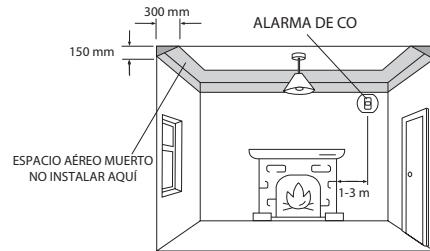

Figura 1: instalación en una sala con un aparato de combustión
1. Instalación de una alarma de CO en una sala con un aparato de combustión (ver figura 1):